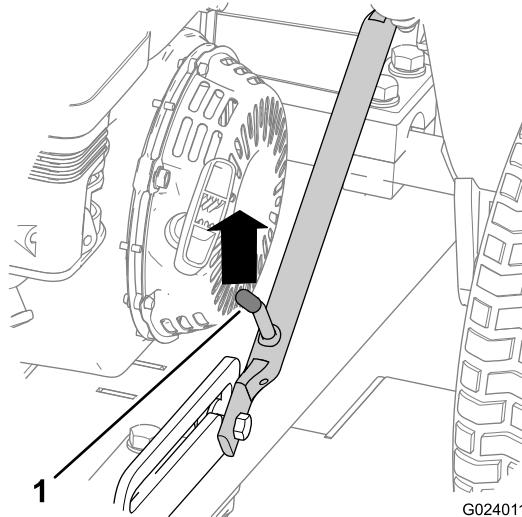

Figure 25
- A. Poussez le dispositif d'attelage vers le haut jusqu'à ce que le levier de verrouillage soit dégagé du verrou de la glissière (Figure 25).